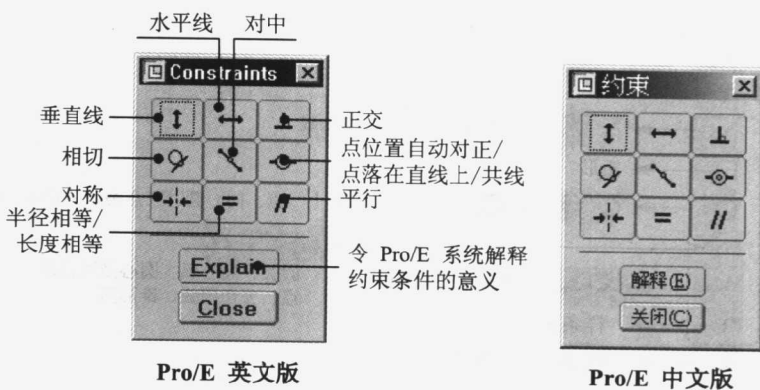

图 1-9
2. 确认尺寸：画完线条后，Pro/E 系统会自动标示尺寸，若所标示的尺寸恰巧为我们所需的尺寸，则单击 直接更改尺寸为我们所需的数值；否则单击 标注尺寸（以鼠标左键选线条，鼠标中键标示尺寸），再单击 修改尺寸数值；此外，亦可单击 设定如图 1-9 所示的几何约束条件 (Constraint)。